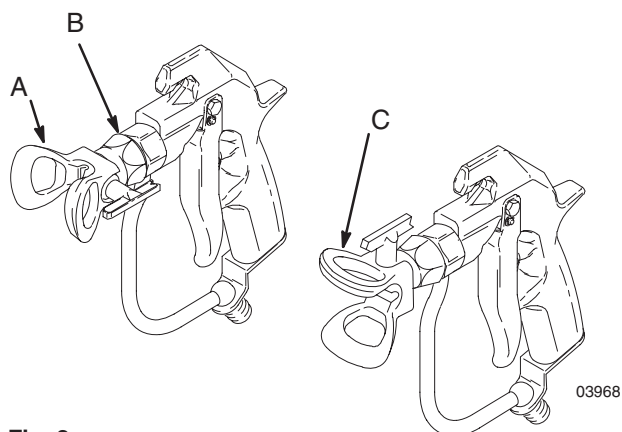

Fig. 3 03968
1. Ändring av sprutmönstrets riktning: Lossa munstycksskyddets hållmutter (B). Vrid skyddet/munstycksskåran till horisontellt (C) för att få ett horisontellt mönster och till vertikalt (A) för att få ett vertikalt mönster. Dra åt muttern. Se Fig. 3.